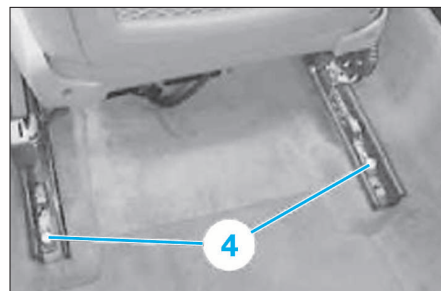

FIG. 10
- Déposer les deux vis de fixation (4) des glissières (Fig.10).